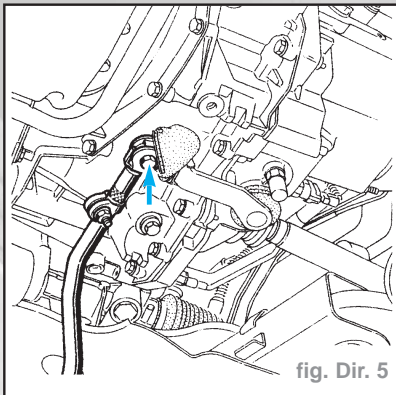

fig. Dir. 5
- Déposer la commande de vitesses, pour cela : (fig. Dir. 5)